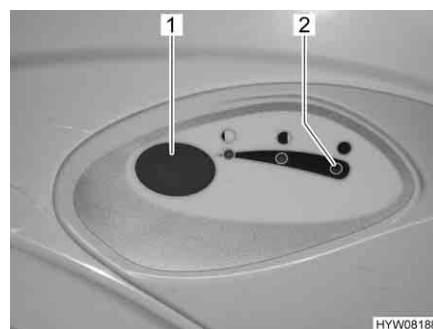

Fig. 155 Pulsante dello sciacquone/spia di controllo toilette Thetford
- Per sciacquare premere il pulsante blu (Fig. 155,1).
La spia di controllo (Fig. 155,2) si accende quando il serbatoio fecale deve essere svuotato.